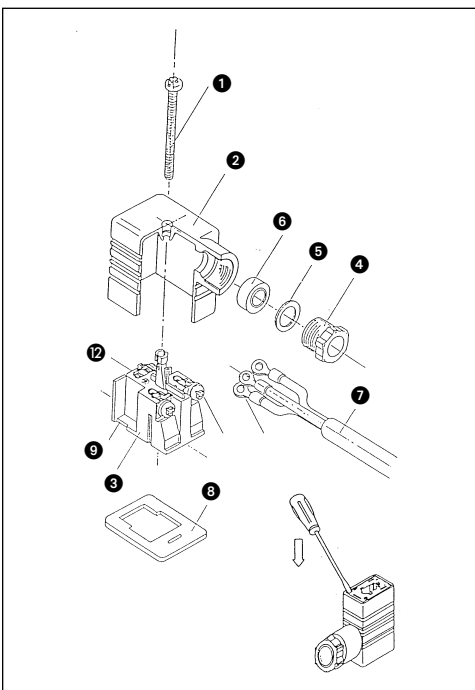

Figura 3
Desmontaje (Figura 3)
- La muesca 9 que está indicada por una flecha se encuentra en la parte inferior del bloque de conexiones 3. Inserte un destornillador de pala en el espacio que hay entre el alojamiento 2 y el bloque de conexiones 3 y haga palanca en el alojamiento 2 para soltar el bloque de conexiones 3. Consulte la Figura 3.
Conexiones eléctricas (Figura 3)
- Pele un segmento apropiado del cable 7 tal como se ilustra en la figura 3 y conecte el lado del cable que tiene el terminal de enganche 10.